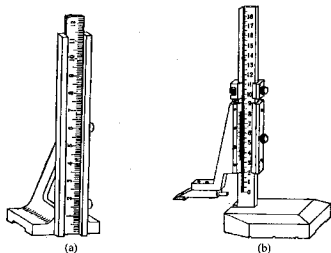

图 1-2-8 高度尺
(5) 高度尺（见图 1-2-8a、1-2-8b）图 1-2-8（a）为普通高度尺，由钢直尺和底座组成，用以给划线盘量取高度尺寸。图 1-2-8（b）为高度游标尺，它附有划针脚，能直接表示出高度尺寸，其读数精度一般为 0.02 mm ，可作为精密划线工具。